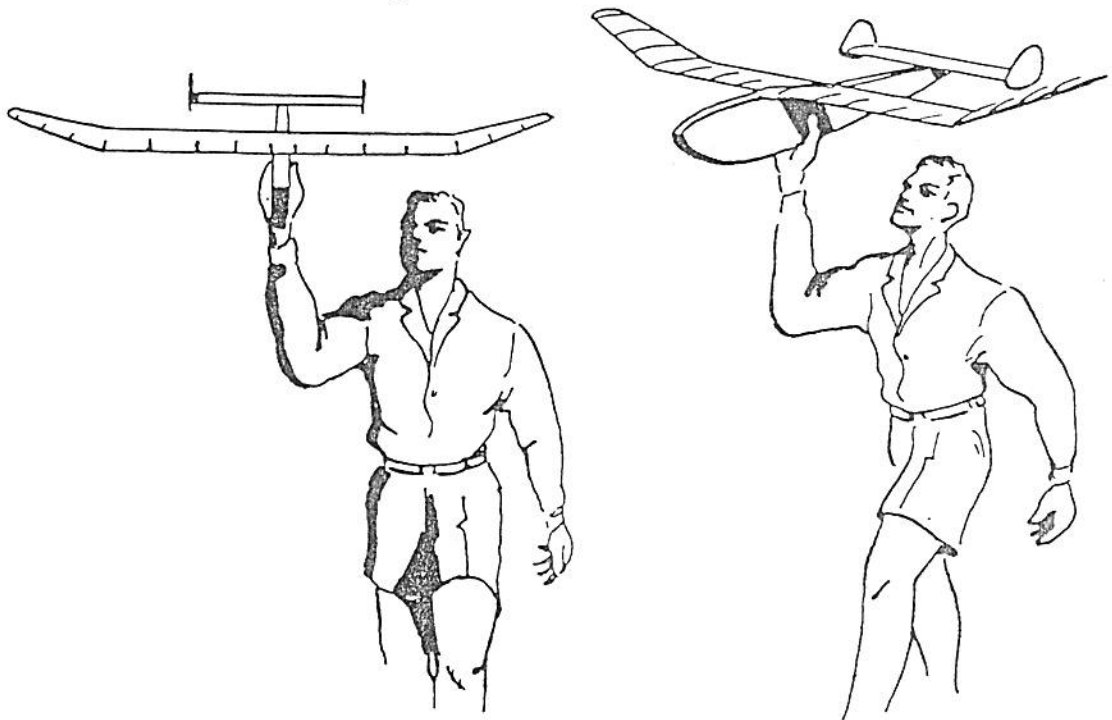

Fig. 148. — Tenue correcte du planeur lors du lancer.
- a) tenu dans sa **position d'équilibre** (fig. 148) ;